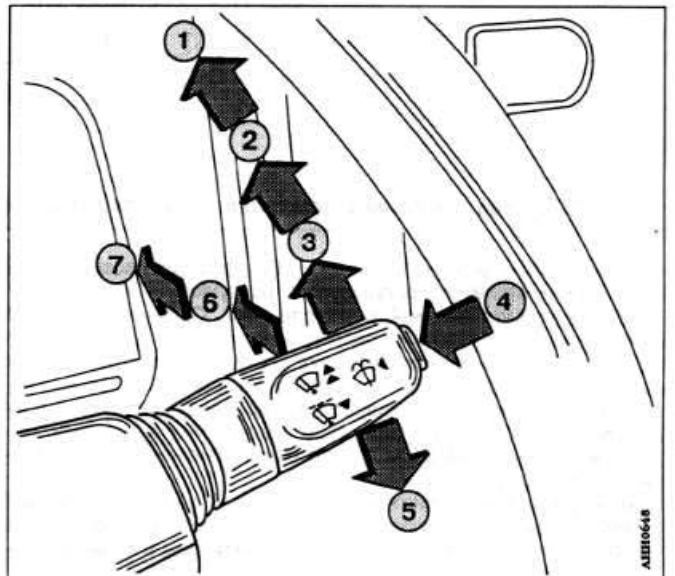

Рис. 25. Положения рычага переключателя очистителей и омывателей стекол:
**Очистители и омыватели ветрового и заднего стекол** включаются правым подрулевым переключателем, который имеет следующие положения (рис. 25).